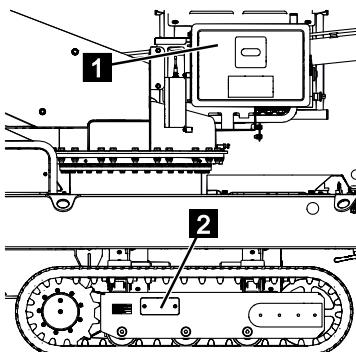

Abb. 230
2. Die Fettschiebekupplung aus der Staubox (Abb.230/1) entnehmen.
3. Wartungsdeckel (Abb.230/2) abschrauben.